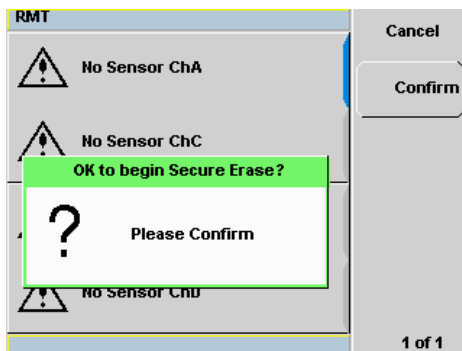

Abbildung 2-57 Bestätigung für den Beginn des sicheren Löschens
- 2 Ein Popup-Fenster zur Bestätigung wird angezeigt, drücken Sie **Confirm** (Bestätigen), um mit dem sicheren Löschen zu beginnen (siehe Abbildung 2-57).